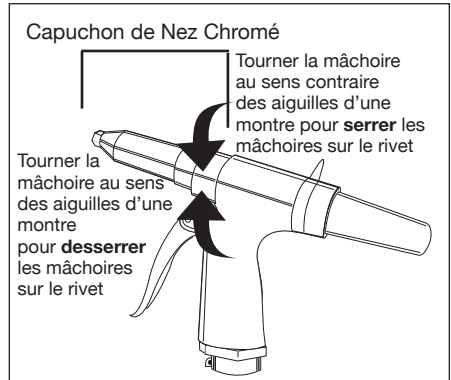

Figure 2
- Tenir le pistolet à rivets avec le nez dirigé à l'écart de soi-même. Enlever le capuchon de nez chromé (Voir Figure 2).
- Tourner la mâchoire au sens contraire des aiguilles d'une montre pour de serrer les mâchoires sur le rivet. Tourner au sens des aiguilles d'une montre pour desserrer les mâchoires sur le rivet (Voir Figure 2).